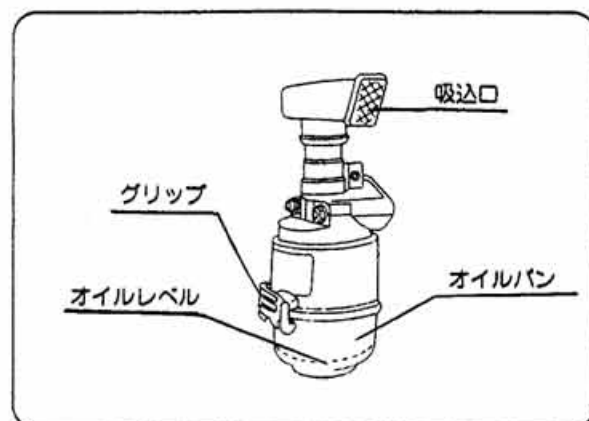

図37
① グリップを外し、オイルパンおよびエレメントを取外してください。(図37)
④ エアクリーナの吸込み口をホコリの少ない方向(ハンドル側)に向けてください。(図37)